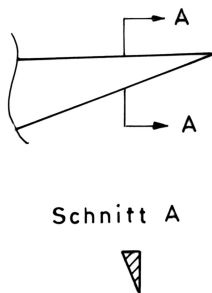

Abb. 3: Zum Einstechen dient ein derartiger Handstechstahl.
- c. Vorstechen zwischen den Scheiben. Hierbei muß die Gleichheit der Rillenabstände beachtet werden. Ein gutes Werkzeug für diese Aufgabe ist in Abbildung 3 dargestellt.